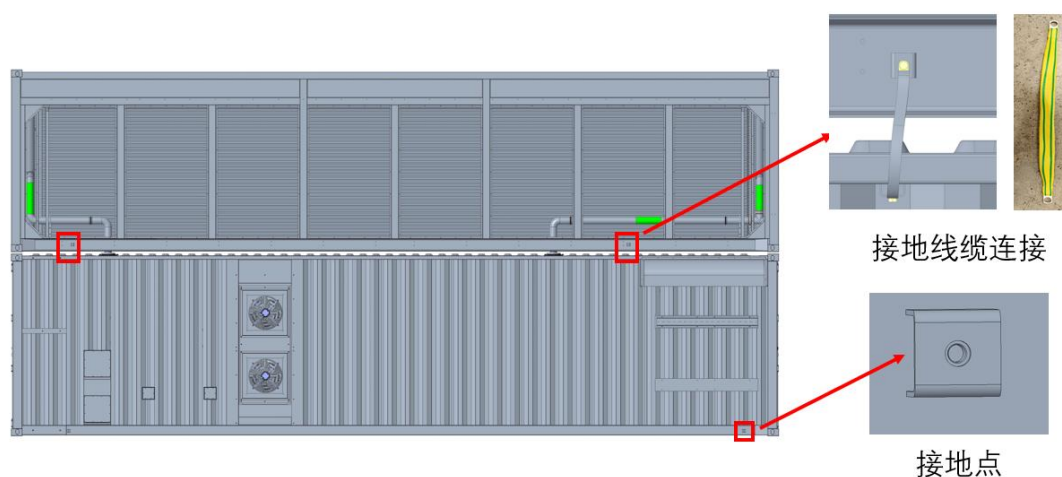

图 6.7 集装箱接地位置示意图
- b) 集装箱的两侧有接地螺柱，需要将集装箱的壳体可靠接地，集装箱至少要有对角两处以上可靠接地，集装箱顶部与干冷塔底部均布有接地点，两者之间用接地黄绿线缆连接，具体位置见图 6.7.